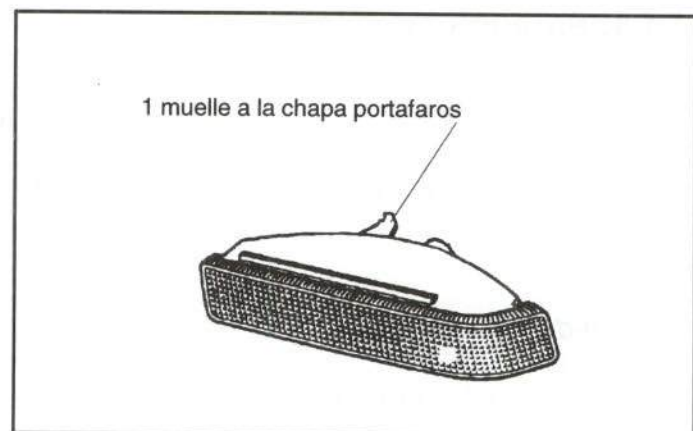

Figura 16.- Unión del piloto delantero.
- Piloto delantero (figura 16)